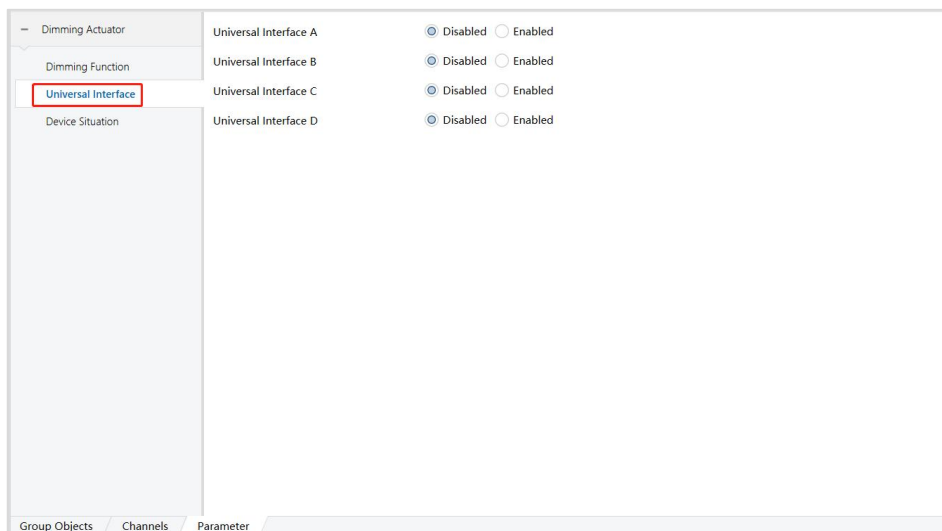

图 6.2.1
1) 在 “Universal Interface” 参数设置界面, 有 Universal Interface A-D 四个干接点接口，可选项：Enabled（启动）、Disabled（停用），如图 6.2.1 所示；